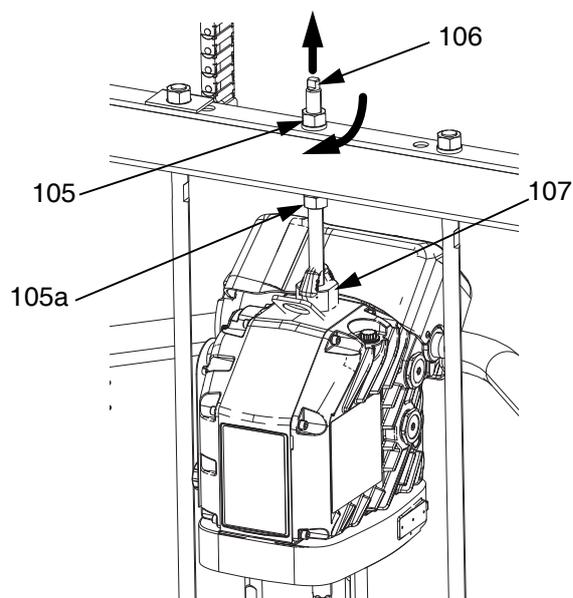

Fig. 24
- a. Utilize a chave inglesa na porca (105) no topo da barra do êmbolo para descer o acionador para a bomba volumétrica. Consulte a FIG. 24 na página 31. Enrosque a porca (105) e aperte-a sob a barra do êmbolo. Aperte a porca (105) abaixo da barra de cruzamento para 25 pés-lb (34 N\*m) no máximo.